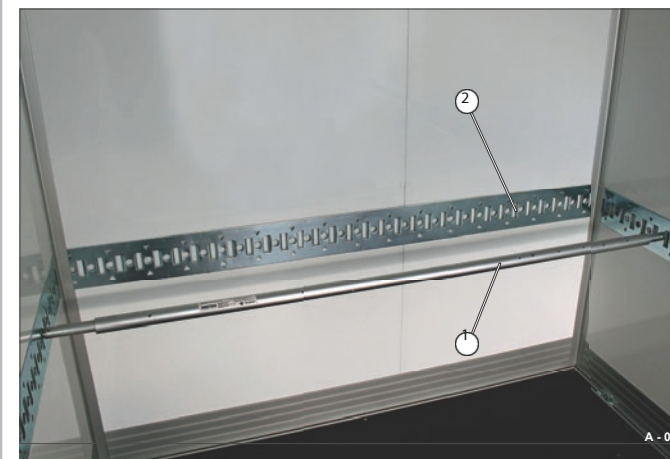

Fig. 38 Verificação do equipamento de amarração
- Verifique regularmente se as barras de bloqueio (Fig. 38/1) e as calhas de amarração (Fig. 38/2) apresentam danos/deformações.